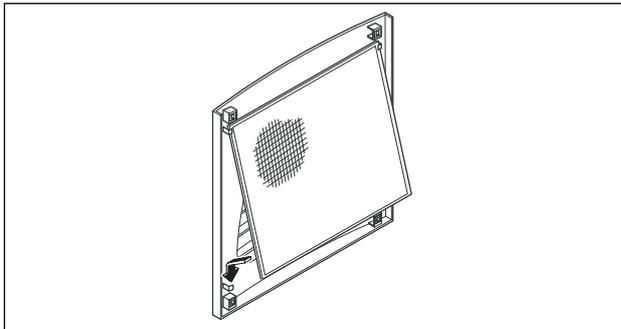

Fig. 24 : Installer les filtres
- Poser la cartouche filtrante dans la grille à lamelles (voir Fig. 24) et remettre-la en place en exerçant une simple pression sur les clips de fixation.